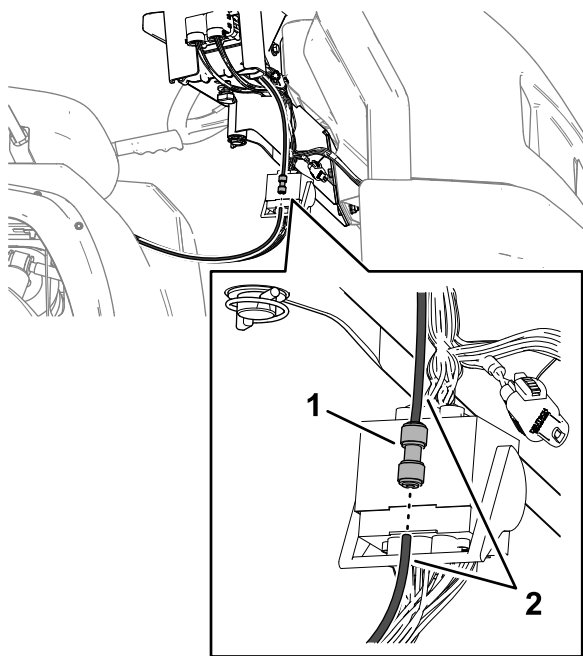

Bild 133
1. Führen Sie den Druckmessschlauch in das Schnelltrenn-Anschlussstück ein, bis er vollständig sitzt (Bild 133).